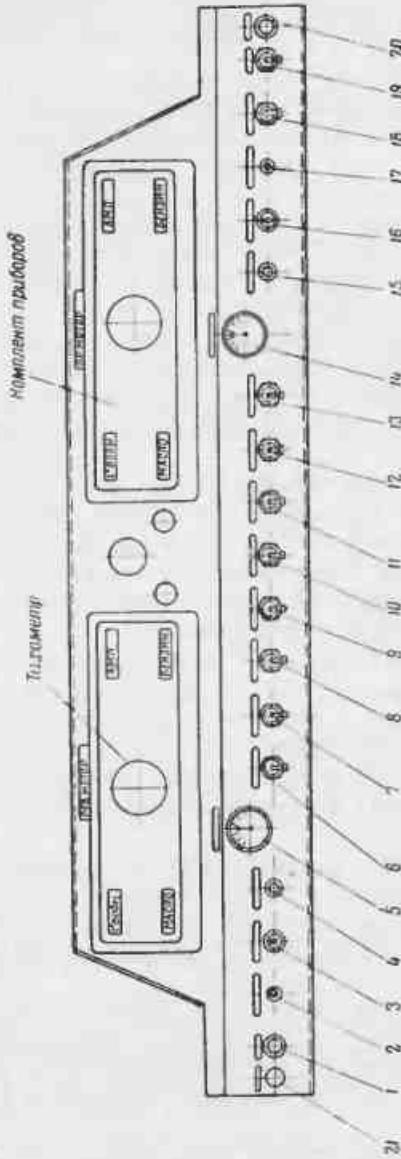

Рис. 18. Щиток приборов:
41. Щиток приборов (рис. 18) представляет собой панель, закрепленную на шестом шпангоуте в отсеке управления.
Включение сети освещения и светосигнальных приборов осуществляется выключателями 9, 18 и 19 (см. рис. 18), установленными на щите приборов.